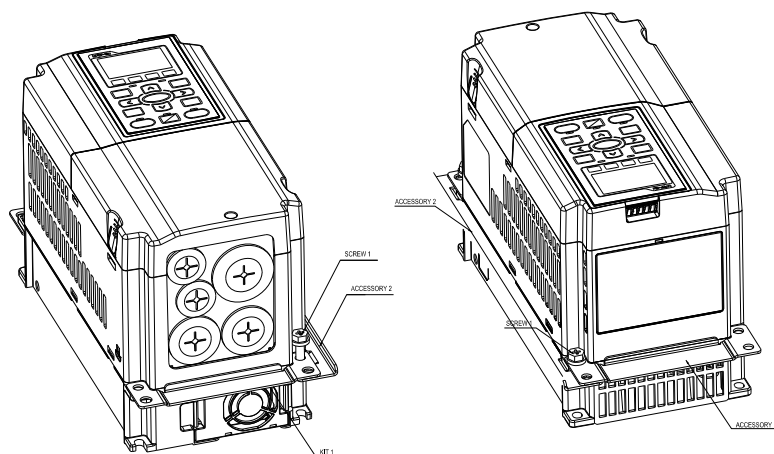

图 1
1. 将螺丝\*2 (M6) 与 Accessory 2 & 3 锁住 (如图 1 所示)。螺丝扭力值: 25~30 kg-cm / [21.7~26 lb-in.] / [2.5~2.9 Nm]